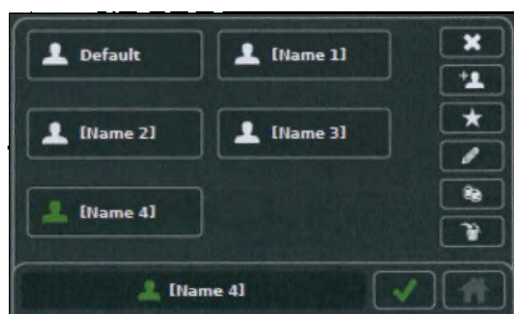

Рисунок 58 — Подтверждение выбора предварительно установленного параметра
2. Коснитесь желаемого предварительно установленного параметра, чтобы выбрать его (рисунок 58).